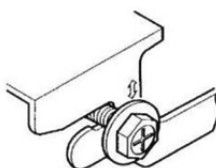

Fig. 7
e. Sollevare l'unità e farla scorrere in avanti fino all'arresto (vedere Fig. 7).